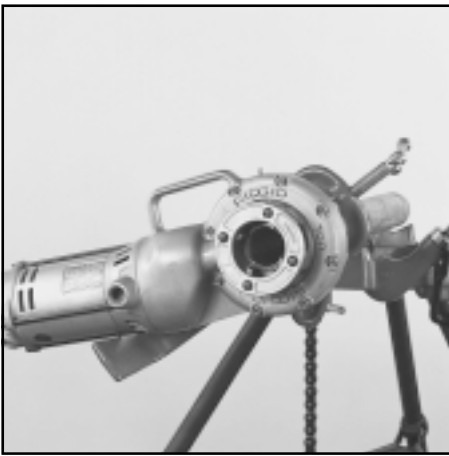
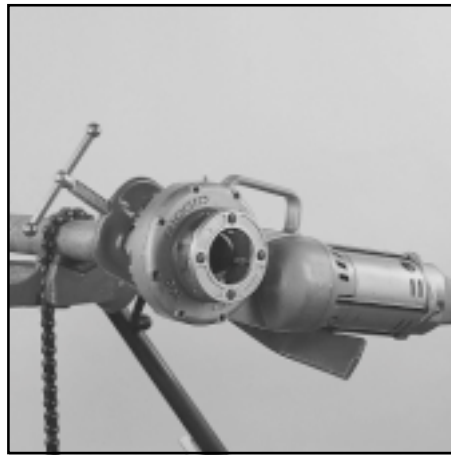
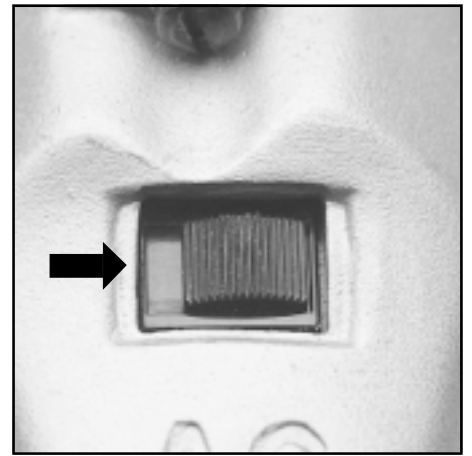

Fig. 2a
Fig. 2b
Fig. 2c
- RIDGID's gånghuvud RIDGID 12-R passar in i växelhuset. Pressa in huvudet och se till att det sitter fast. Huvudet sätts in från det håll som framgår av bild 2a. Omställningsknappen på maskinens ovansida skall ställas så att fylld pil syns vid högergångning och ofylld pil syns vid vänstergångning (se fig. 2c). Om huvudet av någon anledning inte kan sättas in enligt fig. 2 kan det sättas in enligt fig. 2b. Omställningsknappen måste då sättas så att fylld pil syns vid vänstergångning och ofylld pil syns vid högergångning.